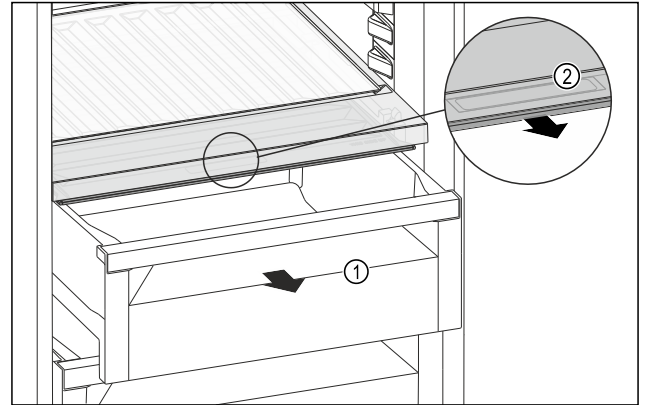

Fig. 219
- ▶ Estrarre il cassetto Fig. 219 (1).
- ▶ Afferrare la maniglia incassata Fig. 219 (2) sul coperchio dello scomparto e tirare allo stesso tempo in avanti il coperchio dello scomparto.